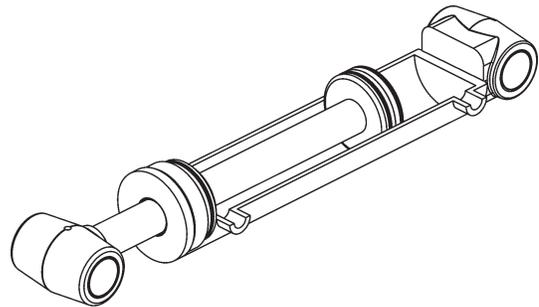

FIG. 35-1
4. Vérifiez le vérin hydraulique. Avec la plate-forme au sol, retirez le bouchon de l'évent ou la ligne d'évent de l'évent/orifice de sortie du vérin (**FIG. 35-1**). Relevez la plate-forme à hauteur de plancher. Laissez le moteur de la pompe tourner deux secondes de plus pendant que vous vérifiez la présence de fluide hydraulique dans l'évent/orifice de sortie. Il est normal que quelques gouttes de fluide hydraulique s'échappent de l'évent/orifice de sortie ; toutefois, si elles s'écoulent en abondance de l'évent/orifice de sortie, les joints du piston sont usés. Remplacez les joints.